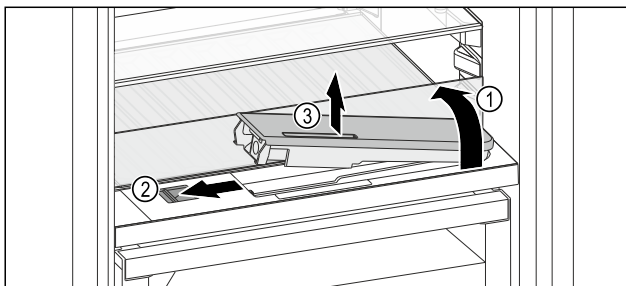

Fig. 122
- Nosta lasilevyä ja käännä se taaksepäin vasteeseen saakka Fig. 122 (1).
- Siirrä säädintä Fig. 122 (2) vasemmalle.
- Poista vesisäiliö Fig. 122 (3).